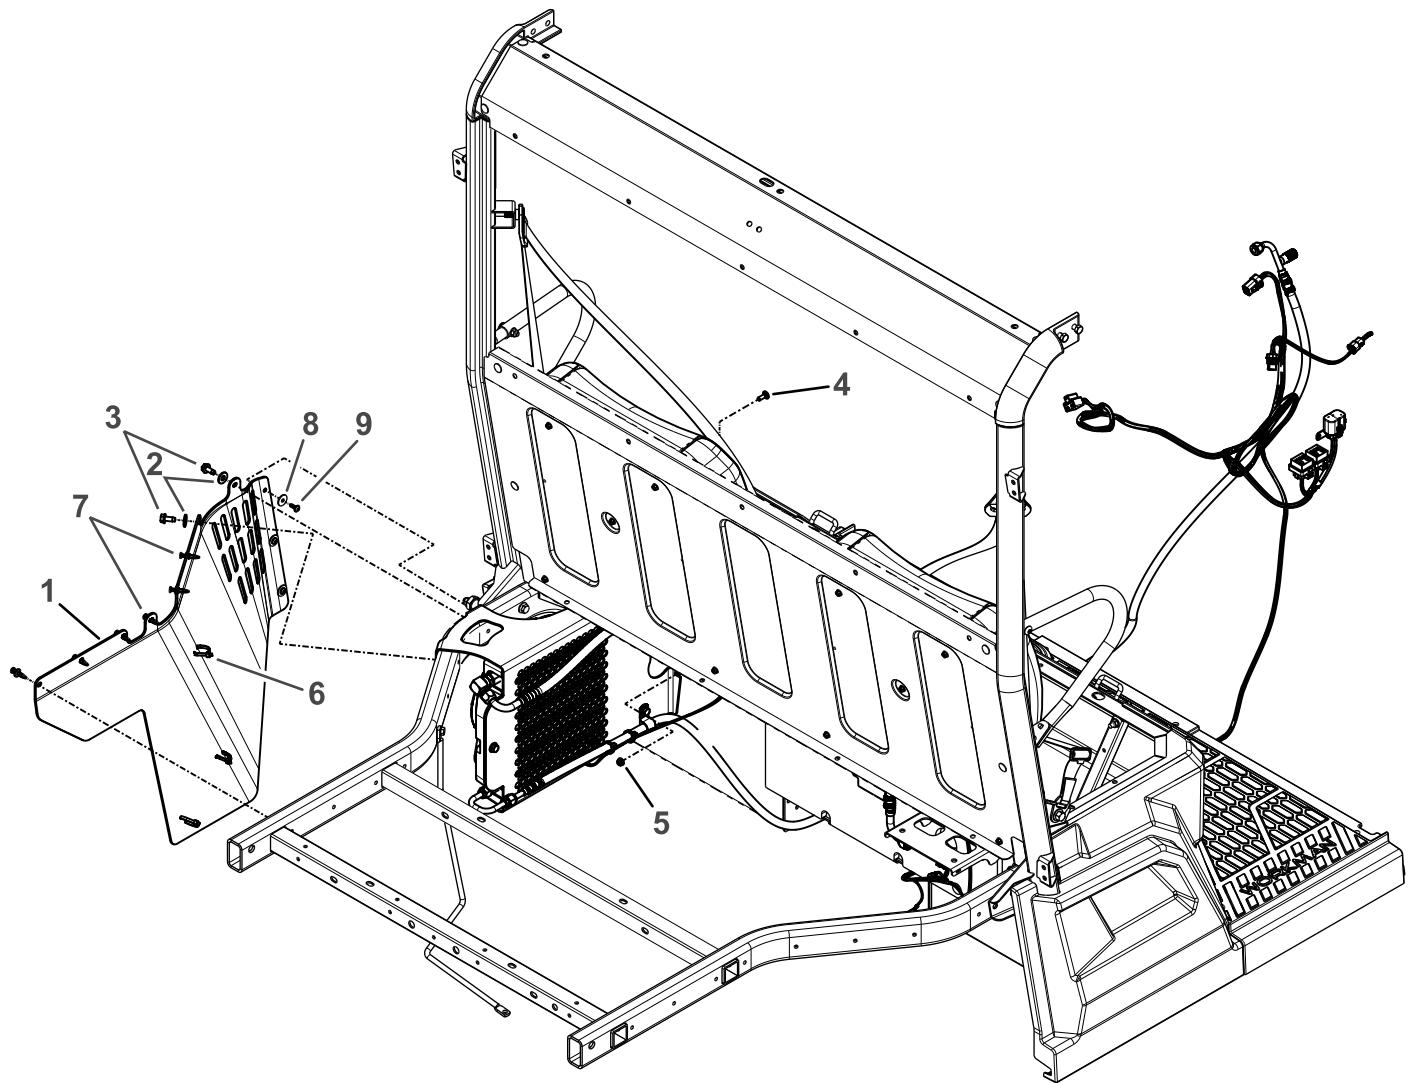

Figura 49
9. Instale o suporte do condensador e o novo painel lateral na estrutura da máquina com dois parafusos autorroscantes (5/16 x 3/4 pol.), duas anilhas chatas (5/16 pol.); consulte a Figura 44 e Figura 49.